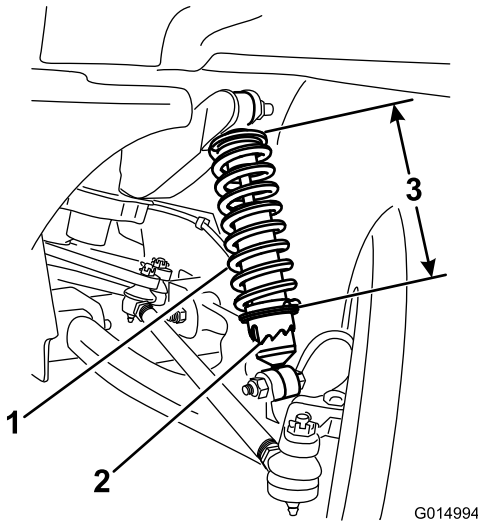

Bild 31
- Drehen Sie die Manschette am Stoßdämpfer mit dem Werkzeug TORO6010, um die Länge der Feder zu ändern (Bild 31).